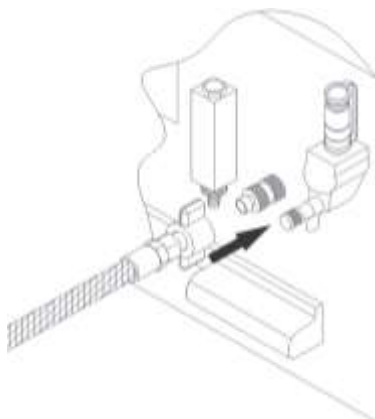

Figura 124 – Ligação para operação da válvula de oxigênio passiva
- Através de uma mangueira de pressão de nylon trançada 250 PSI atóxica, conectar a saída do fluxômetro da rede ou cilindro de oxigênio hospitalar ao niple da válvula de entrada de oxigênio da incubadora, conforme figura 124.